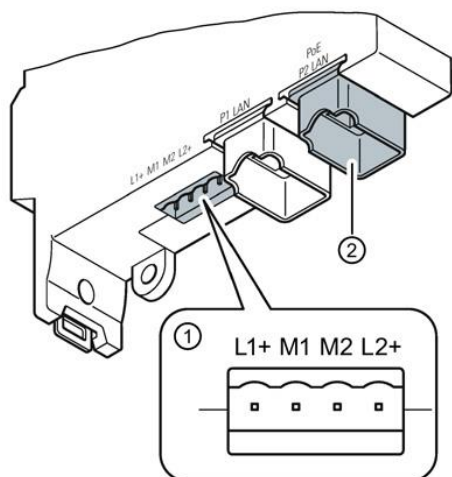

Fig. 60 : Raccords de l'émetteur-récepteur
- Alimentation directe par le biais du connecteur de raccordement à 4 pôles : Occupation des raccords (voir Fig. 60) :